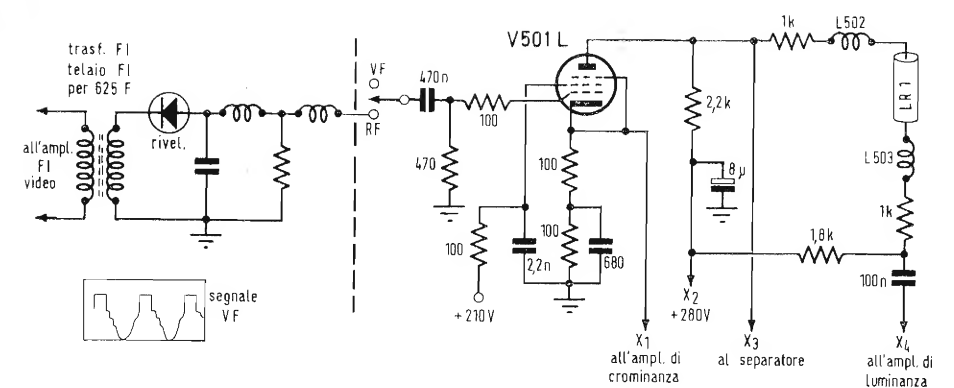
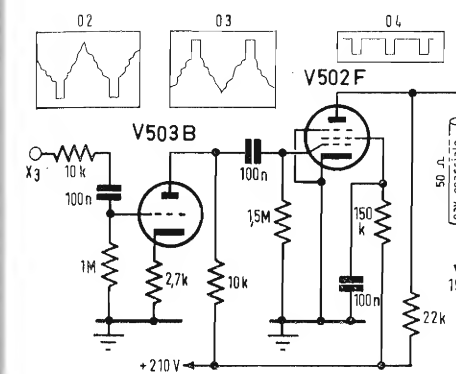
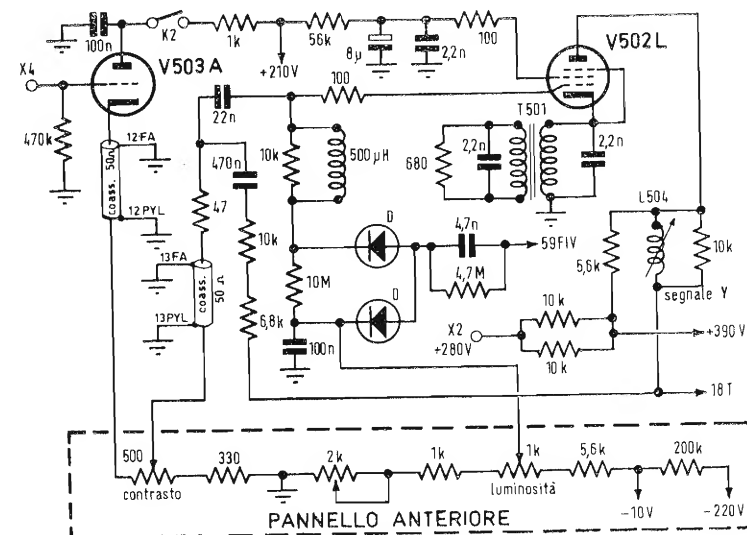

Fig. 9 - Schema elettrico dello stadio « distributore (a) » a videofrequenza.
Fig. 10 - Circuito separatore (d).
Fig. 11 - Circuito di luminanza (b)
Lo schema di questo stadio a pentodo è dato in fig. 9, in cui è pure rappresentato il rivelatore video, che segue l'amplificatore FI video a modulazione di ampiezza. Il diodo rivelatore è orientato con l'anodo verso l'uscita, il che permette di ottenere un segnale VF coi segnali di sincronizzazione orizzontale positivi e con la modulazione VF nega-
Il segnale VF è trasmesso dal commutatore 1 a due posizioni (possibilità di entrata video), attraverso al condensatore  $0,47 \mu F$  e alla resistenza  $100 \Omega$ , alla griglia del tubo amplificatore V501, una sezione di un doppio pentodo EFL200 (v. fig. 9). Questo tubo V501 amplifica il segnale VF completo contenente le informazioni di luminanza, di sincronizzazione e di crominanza. Il suo circuito è in tutto uguale a quello di uno stadio amplificatore a video-frequenza (VF), ma vi si trovano dispositivi particolari della TVC: le tre uscite di segnale VF. La polarizzazione è formata dalle due resistenze  $100 \Omega$  di catodo, una delle quali non è disaccoppiata e costituisce un carico sul quale si localizza un segnale VF completo, che viene poi utilizzato per il canale di crominanza, al punto  $X_1$ . Il segnale di questo catodo, ottenuto considerando V501 come circuito con « placca comune », è di ampiezza minore a quello di entrata ed in fase con esso. La tensione punta-punta del segnale VF sulla griglia è di circa 4 V e leggermente inferiore sul catodo, che è polarizzato a  $+3,5 V$  rispetto alla massa. La griglia soppressore (3) è collegata al catodo. La griglia schermo (2) è polarizzata e disaccoppiata normalmente ed alimentata prendendo la tensione iniziale dal punto  $+210 V$ .
Lo schema elettrico di questa parte è dato in fig. 10. Il punto  $X_3$  di fig. 9 rappresenta la connessione con l'uscita del segnale VF completo del circuito « distributore ».
Il segnale al punto  $X_3$  ha la forma indicata con 02 in fig. 10, con impulsi negativi orizzontali. Esso viene trasmesso, attraverso la rete  $10 k\Omega$ ,  $0,1 \mu F$ ,  $1 M\Omega$ , alla griglia del triodo V503B, sezione di un doppio triodo ECC82.
# 14. - CIRCUITO DI LUMINANZA (b) - Fig. 11.
Ritorniamo al punto  $X_4$  di fig. 9. Questo punto è collegato alla griglia del primo amplificatore VF di luminanza costituito dal triodo V503A, una sezione di un doppio triodo ECC82; l'altra sezione è utilizzata nel circuito separatore. Il tubo V503A è montato con ano-
do comune, quindi presenta l'uscita sul catodo. Il circuito di catodo, essendo a bassa impedenza, può ammettere collegamenti relativamente lunghi, il che permette di disporre il carico del catodo sul pannello anteriore del ricevitore. Questo carico, riportato attraverso un cavo coassiale di bassa capacità, al catodo, comporta un potenziometro di  $500\ \Omega$ , il cui cursore è collegato alla griglia del tubo successivo V502L, mediante un altro cavetto schermato coassiale, una resistenza di  $47\ \Omega$ , un condensatore di  $22\ \text{nF}$  e una resistenza di  $100\ \Omega$  (fig. 11). Questo potenziometro regola il contrasto facendo variare l'ampiezza del segnale VF applicato alla griglia di V502L.
Il carico resistivo anodico del tubo V502L è costituito dalla resistenza di 5,6 k $\Omega$  riportata al punto +390 V. Il segnale Y viene trasmesso dal punto segnato 18T in fig. 11 al nodo dei tre catodi del cinescopio.
Considerando i tubi V501L (fig. 9), V503A e V502L (fig. 11) si vede che i segnali di luminanza sono negativi sulla griglia di V501L, positivi al punto  $X_4$ , pure positivi sulla griglia di V502L (poichè V503A non inverte la fase) e, infine, negativi sulla placca di V502L e sui catodi del cinescopio, ed è proprio